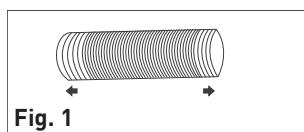
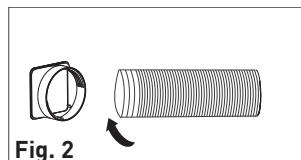

Fig. 1
Fig. 2
- Trek voorzichtig een eerste uiteinde van de slang uit (Fig. 1) en Schroef ze vervolgens in de ingangsadapter (Fig. 2). Zorg ervoor dat de slang maximaal in de adapter is geschroefd.